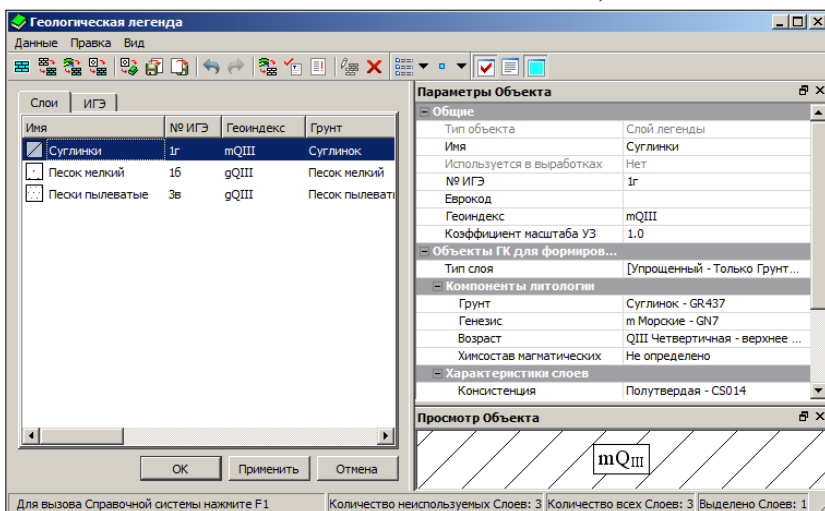

Рис. 5.3
7. Далее отредактируйте параметры слоев. Для этого выберите в списке слоев слой **Суглинки** и в панели **Параметры Объекта** задайте **Консистенция** – *Полутвердая* (рис. 5.3), а для слоя **Песок мелкий** **Степень влажности** – *Малой степени водонасыщения*.